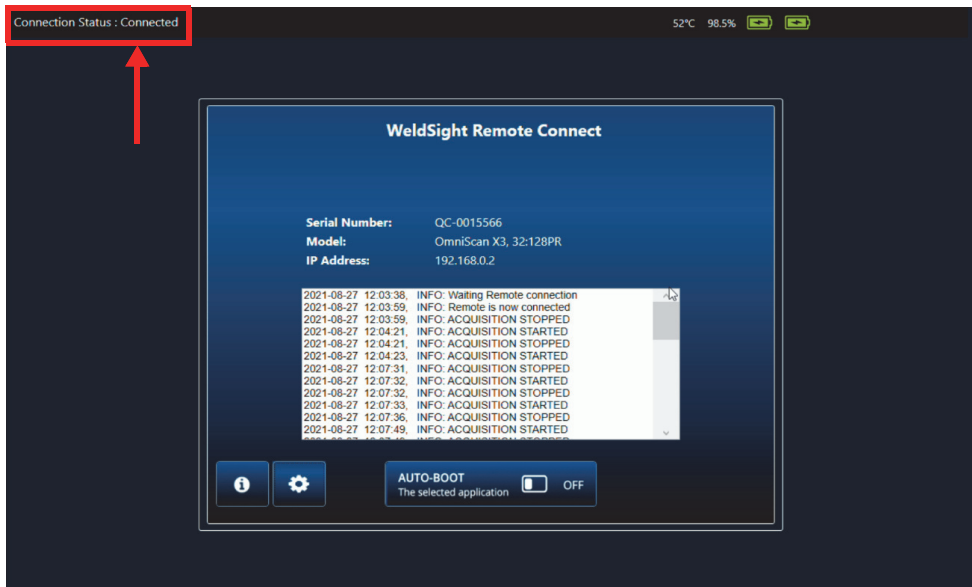

Figura 7-6 Stato collegamento – Connected
7. Se tutto è stato configurato correttamente, lo stato in WeldSight Remote Connect dovrebbe passare da **Ready** (Pronto) a **Connected** (Collegato) [Figura 7-6 a pagina 83].